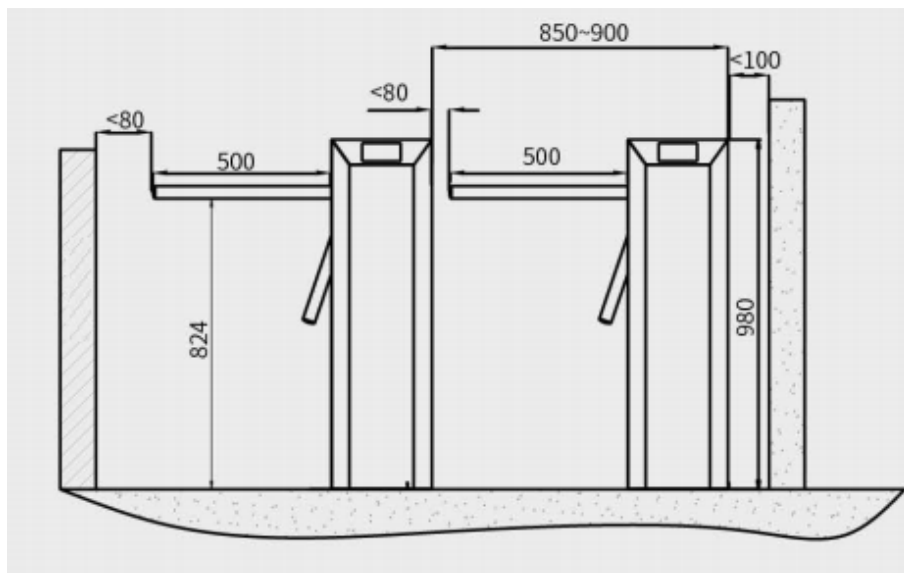

Figura 3-1
Le sugerimos que instale un marco auxiliar o una cerca para formar un pasillo, como se muestra en la Figura 3-1.
2. El espacio libre desde el extremo del brazo no debe ser mayor a 80 mm (ver Figura 3-1).